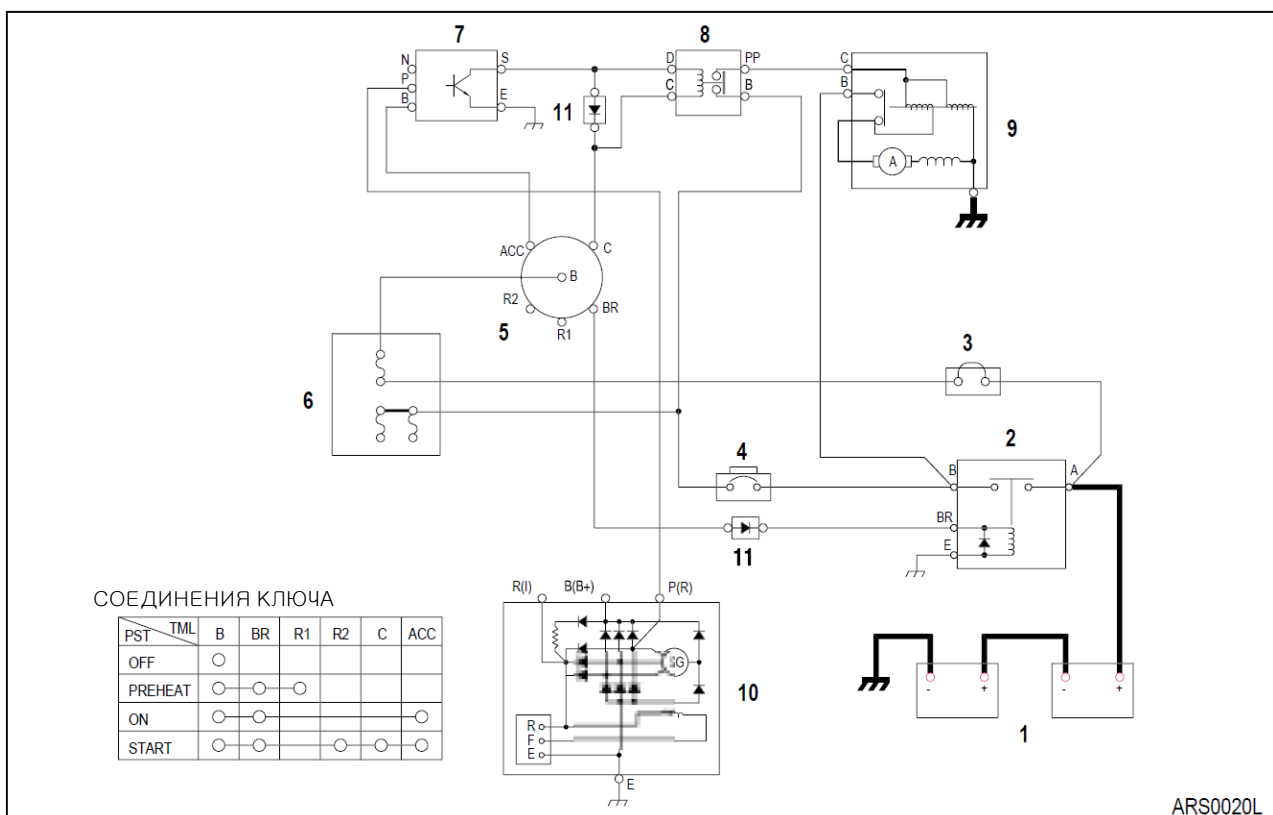

Рис. 2 ЦЕПЬ СТАРТЕРА (1) ПРИ ПУСКЕ
Когда переключатель ключа зажигания установлен в начальное положение, выводы «S» и «E» на контроллере стартера (7) соединены. В этот момент контакты реле стартера (8) замыкаются и аккумуляторная батарея (1, рис. 2) → плавкая вставка (3) → вывод В/вывод BR ключа зажигания (5) → вывод С ключа зажигания (5) → вывод С реле стартера (8) → вывод D реле стартера (8) → вывод S контроллера стартера (7) → вывод E контроллера стартера (7) → земля.
Ток идет по цепи аккумуляторная батарея (1) → вывод А реле батареи → вывод В реле батареи (2, рис. 2) → вывод В стартера (9). Электродвигатель стартера приходит во вращение и происходит запуск двигателя.